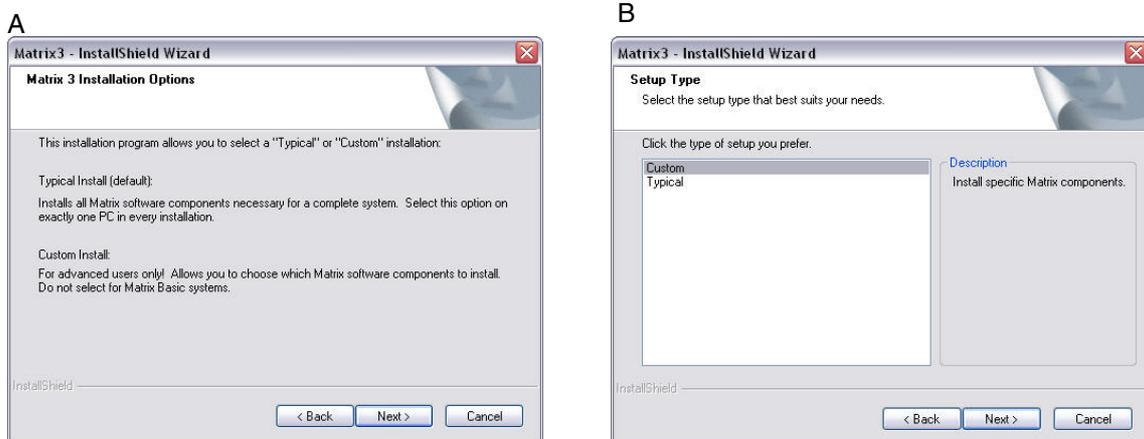

FIG. 14
- Dopo aver fatto clic su NEXT (Avanti) per accettare l'accordo di licenza, è visualizzata la schermata delle opzioni di installazione (A) illustrata FIG. 14. Questa schermata descrive le due opzioni di installazione disponibili per la selezione.
Dopo aver fatto clic su NEXT (Avanti) è visualizzata la schermata Setup Type (Imposta tipo) FIG. 14 (B). Questa schermata è utilizzata per selezionare il tipo di installazione che si eseguirà.